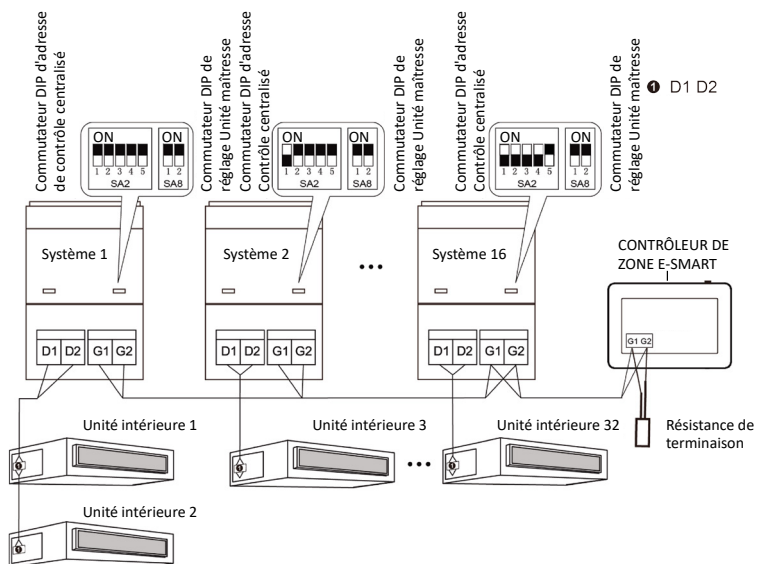
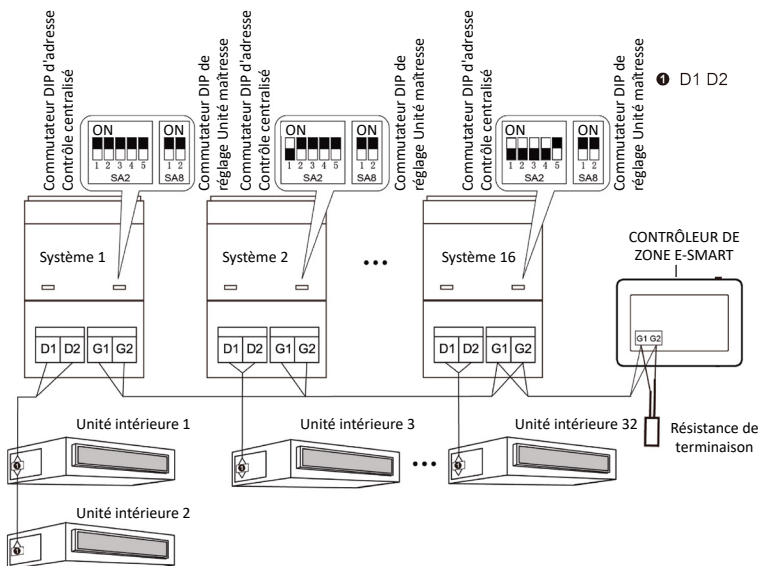

Fig.3.5 Contrôleur centralisé connecté au réseau d'UE
Fig. 3.6 Contrôleur centralisé raccordé au réseau du convertisseur de mode de récupération de la chaleur
- ③ Si le contrôleur centralisé doit être raccordé au réseau d'UE, effectuez les branchements selon la Fig. 3.5. Le contrôleur centralisé ne peut être connecté qu'au système terminal du réseau d'UE. Il faut ajouter une résistance appropriée avec les câbles de communication sur les ports G1 et G2.
- ④ Le commutateur DIP de l'adresse du contrôleur centralisé (SA2_Addr-CC) indique l'adresse du contrôleur centralisé, qui est requise lorsque différents systèmes de réfrigération sont commandés en mode centralisé. Le réglage d'usine par défaut est « 00000 ».
- ⑤ Si le contrôleur centralisé doit être raccordé au réseau de récupération de chaleur, effectuez les branchements selon la fig. 3.6. La méthode 2 est également applicable au contrôleur centralisé connecté au réseau de récupération de chaleur.
- ⑥ Si le contrôleur centralisé doit être connecté au réseau d'UE, réglez le commutateur DIP d'adresse de contrôle centralisé d'UE selon les méthodes suivantes :
- ⑦ Sur l'unité extérieure maîtresse, le commutateur DIP (SA8) doit être réglé sur 00. Sinon, le réglage n'est pas valide ;
- ⑧ Sur le même système de réfrigération, le commutateur DIP d'adresse du contrôleur centralisé sur une unité non maîtresse n'est pas valable et il n'est pas nécessaire de modifier les réglages ;
- ⑨ Le commutateur DIP d'adresse du contrôleur centralisé sur l'unité extérieure maîtresse d'un système de réfrigération doit être réglé sur 00000, ce système étant le système de mode maître ;